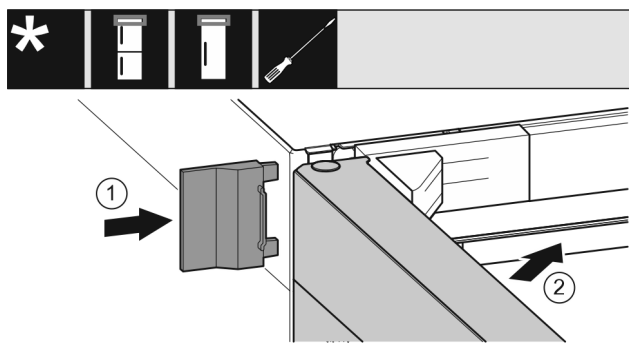

Fig. 21
- ▶ Împingeți apărătoarea exterioară. Fig. 21 (1)
- ▶ Închideți ușa superioară. Fig. 21 (2)